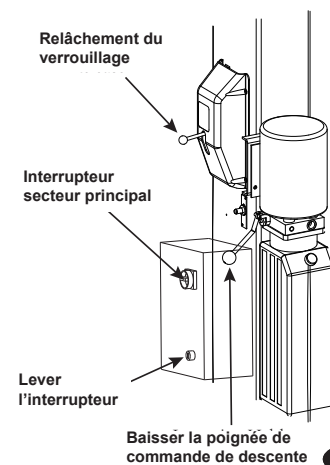

Fig. 3
- D. Pousser sur la poignée de la soupape de descente pour l'abaisser, Fig. 3.